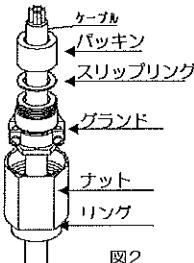

図2
③ケーブルにナット、リング、グランド、スリップリング、およびパッキンの順に通します。（図2）